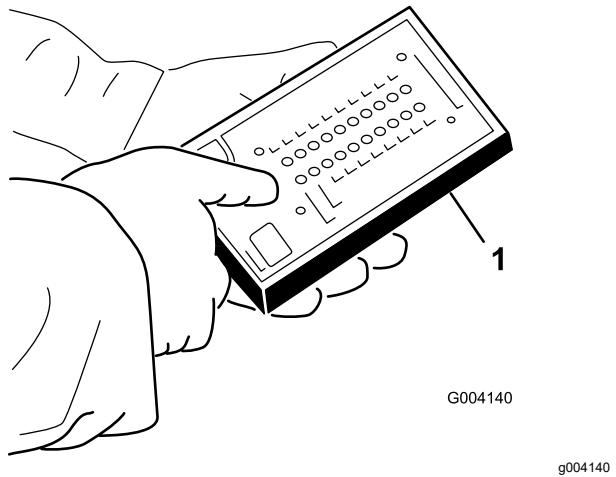

Figura 37
3. Conecte el conector de la pantalla diagnóstica ACE al conector del arnés (Figura 37).